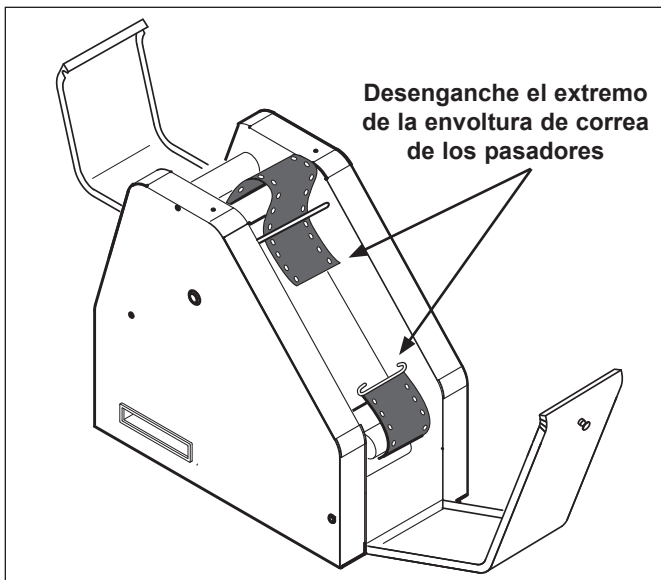

Figura 11. Desconectar las envolturas de correas
7. Localice el pasador conector en ambas envolturas de correas (gire las correas a mano si es necesario). Desconecte los extremos de las envolturas de correas deslizando un extremo de la correa fuera del pasador (Figura 11).